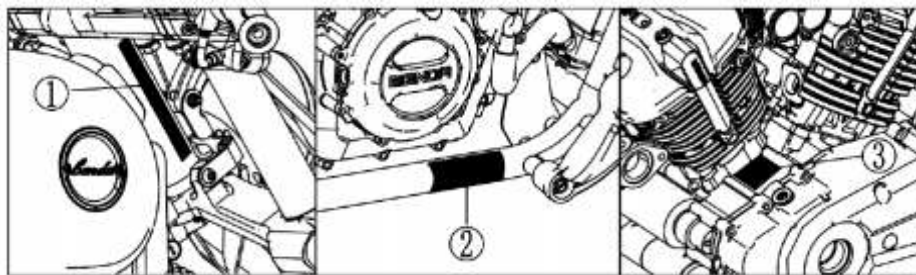

Figura 1 Ubicación de la placa identificativa, chasis y de motor
2. Ubicación del número del bastidor (Figura 1)